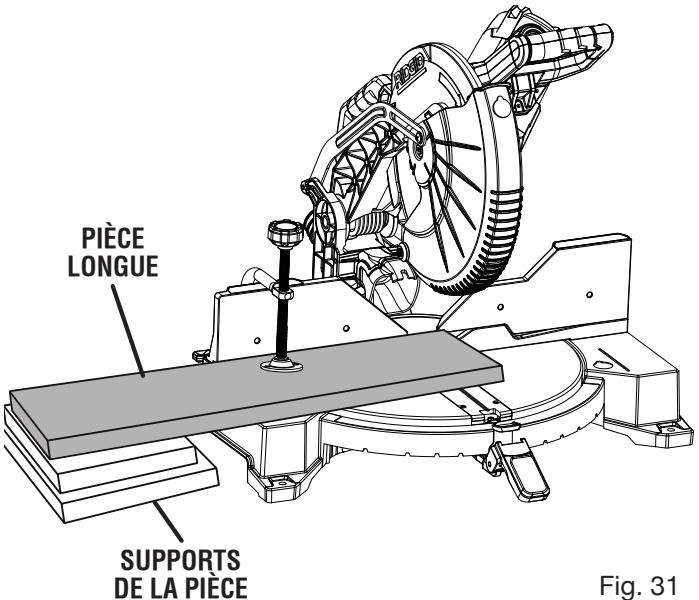

Fig. 31
- Lors de la coupe de planches ou de moulures longues, soutenir l'extrémité libre de la pièce avec un chevalet à rouleau ou un plan de travail se trouvant au même niveau que la scie. Voir la figure 31.
- Lors de la coupe de longues pièces ou moulures, retenez l'extrémité opposée de la pièce avec un support à rouleau ou une surface de travail de niveau avec la table de la scie. Voir la figure 31.
Voir la figure 31.